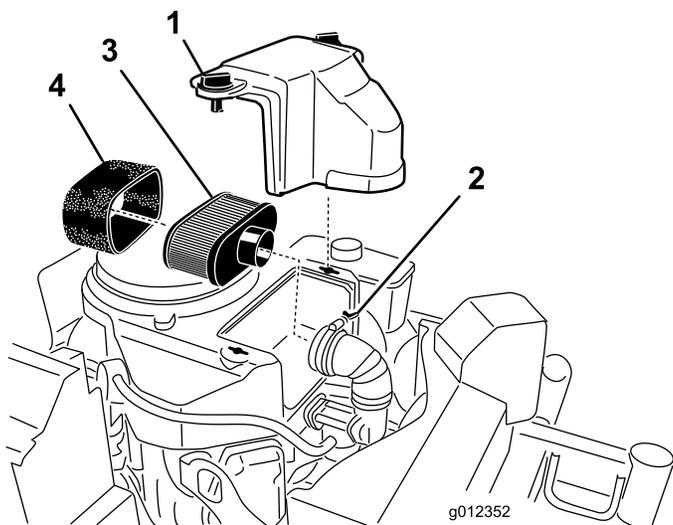

Figura 41
3. Para evitar qualquer dano, limpe à volta do filtro de ar para impedir a entrada de impurezas para o interior do motor (Figura 41).
4. Desaperte os manípulos da tampa e retire a cobertura do filtro de ar (Figura 41).
5. Desaperte a braçadeira de tubo e retire a estrutura do filtro do ar (Figura 41).
6. Retire cuidadosamente o filtro de esponja, passando pelo filtro de papel (Figura 41).
2. Substitua o filtro de papel se estiver danificado (Figura 41).
1. Coloque cuidadosamente o filtro de esponja, passando pelo filtro de papel (Figura 41).
2. Coloque a estrutura do filtro do ar na base do filtro do ar ou tubo e prenda-a (Figura 41).
3. Coloque a cobertura do filtro de ar na respectiva posição e aperte o manípulo da tampa (Figura 41).